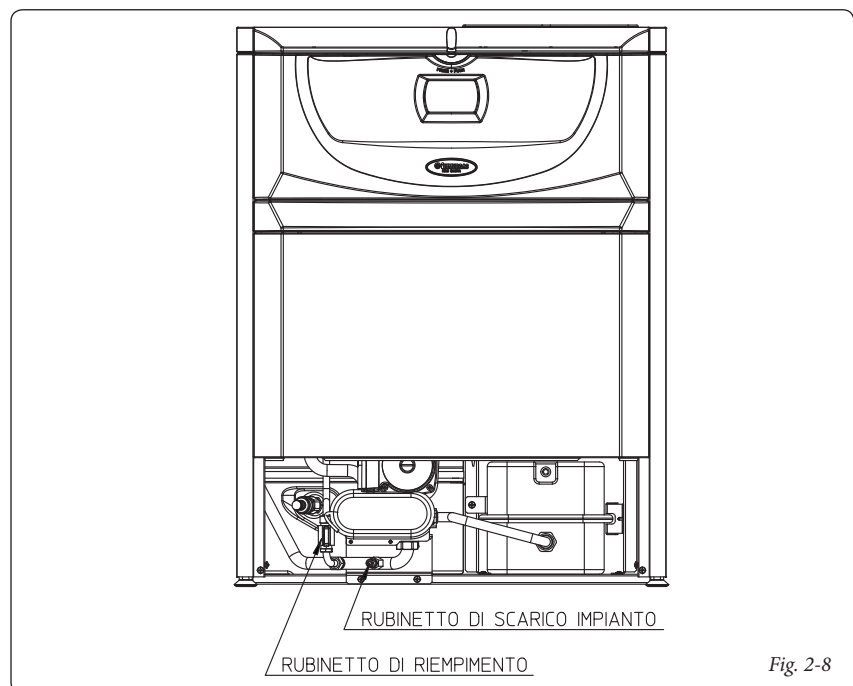

Fig. 2-8
*Se la pressione è inferiore ad 1 bar (ad impianto freddo) è necessario provvedere al ripristino attraverso il rubinetto posto nel lato destro della caldaia e accessibile dal portello laterale (Fig. 2-8).*